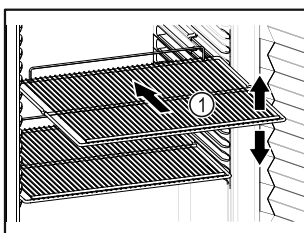

Fig. 58
- Se è possibile spostare i ripiani Fig. 58 (1), regolarli in altezza.